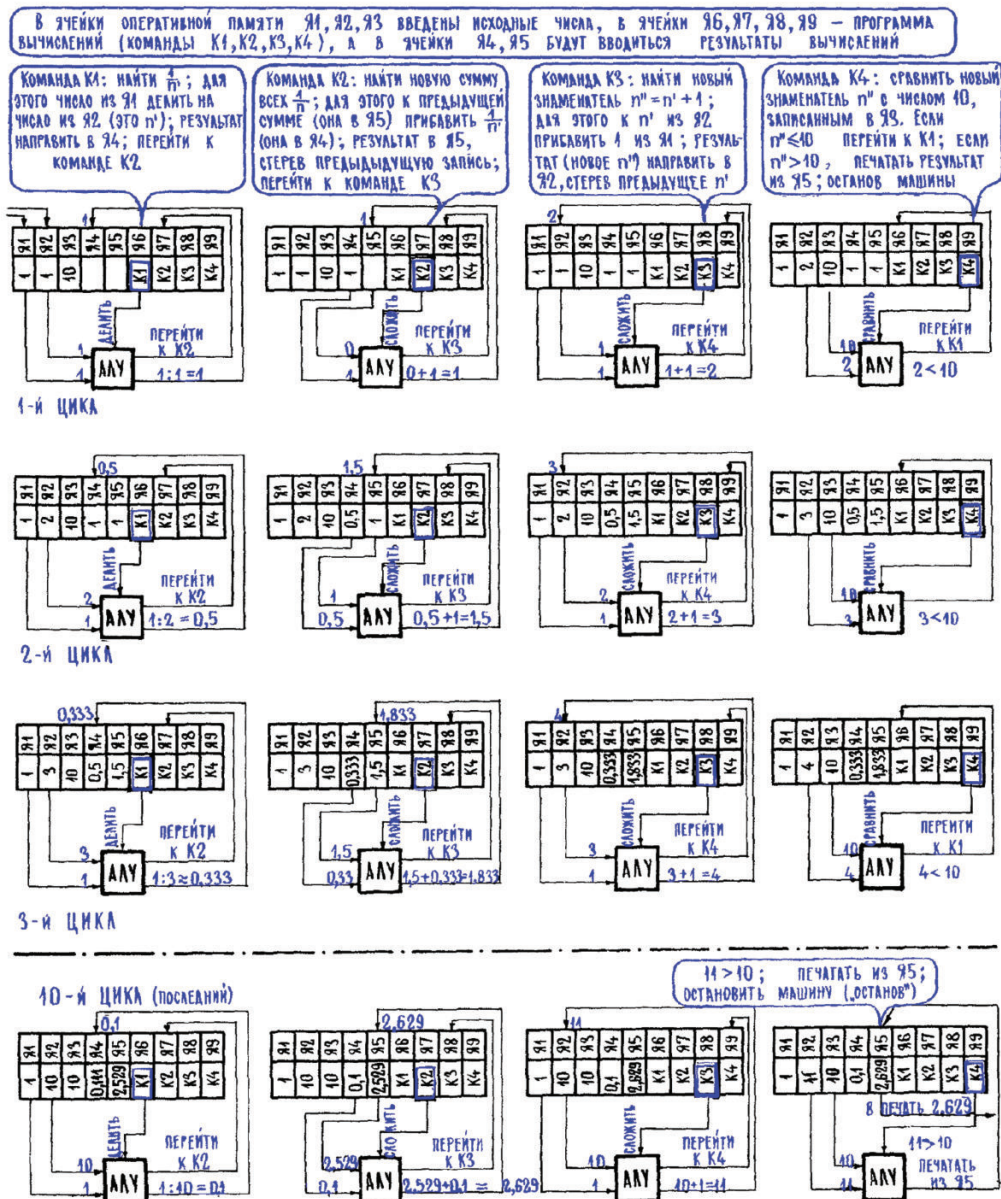

Рис. 16.9. Решение задачи суммирования ряда $1/n$
9. Наряду с «железом» – самой схемой и конструкцией ЭВМ – математические и интеллектуальные способности компьютера определяют созданные для него программы. Давайте посмотрим, как может решаться на машине какая-нибудь простая задача, скажем вычисление суммы десяти чисел типа $1/n$, где $n = 1, 2, 3, 4, \dots, 10$, то есть суммы ряда $1/1 + 1/2 + 1/3 + 1/4 + \dots + 1/10$. Ход решения этой задачи на ЭВМ иллюстрирует рис. 16.9. На нем для простоты вместо двоичных чисел, которыми оперирует машина, показаны десятичные числа.
Теперь введем в машину команды, им отводятся последние четыре ячейки памяти – Я6, Я7, Я8, Я9. (Конечно же, в нашем примере все чрезвычайно упрощено, много важных подробностей опущено, все решение задачи показано очень схематично.) В ячейку Я1 вводим первую команду К1 – «Число из ячейки Я1 (то есть 1) разделить на число из ячейки Я2 (то есть на n ; пока у нас $n = 1$; получаем первый член ряда: $1/1$); результат направить в Я4; перейти к команде К2». Все эти указания извлекаются из Я6, где записана команда К1, и поступают в АЛУ – арифметико-логическое устройство, которое по указанным адресам извлекает из нужных ячеек числа и производит с ними заданные операции (на нашей схеме и это показано очень упрощенно). Кроме того, АЛУ посылает результат в заданную ячейку и включает следующую команду, предписанную программой. В действительности всю эту работу выполняет процессор, главным образом его устройство управления. Но для простоты весь процессор представлен на рис. 16.9 его вычисляющим блоком АЛУ.
На рис. 16.9 показаны первые три цикла вычислений и самый последний цикл, когда знаменатель дроби, постепенно увеличиваясь, достигает 11. Как видите, порядок действий машины очень прост: выполняя деление, она находит очередной член ряда $1/n$, прибавляет его к сумме всех предыдущих членов ряда, затем находит новый знаменатель $n + 1$, потом опять находит новый член $1/(n + 1)$, опять прибавляет его к предыдущей сумме, опять вычисляет новый знаменатель $(n + 1) + 1$ и т. д. И всякий раз машина проверяет, а не стало ли очередное n больше 10, дальше которого считать не велено.
Принцип построения нашей учебной программы (рис. 16.9) примерно тот же, какой был на заре программирования, – это программа, как ее называют, в машинных кодах. В ней указываются конкретные адреса, говорится, откуда взять число и куда направить, называются конкретные арифметические действия, которые нужно поочередно выполнять.